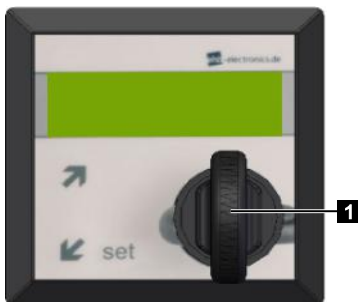

Fig. 132
6. Tourner la clé (Fig.132/1) dans le sens inverse des aiguilles d'une montre dans la position initiale indiquée et retirer la clé.